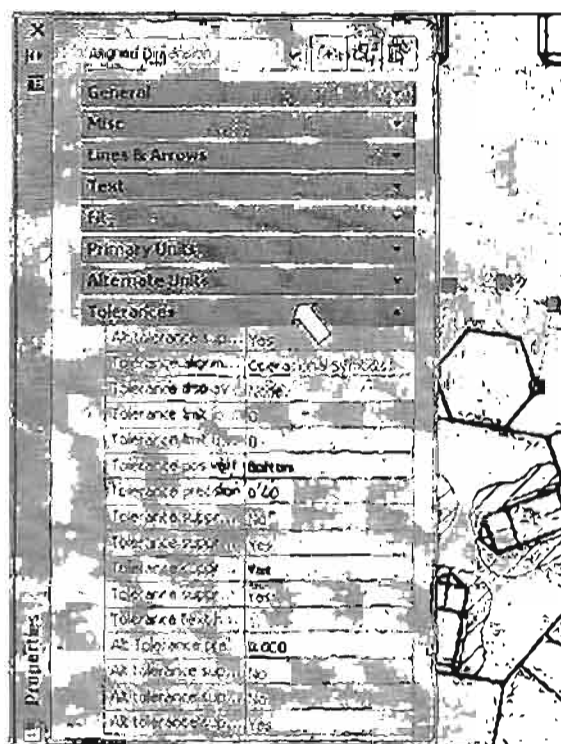

Рис. 11.21. Диалоговое окно свойств объекта PROPERTIES
Любые свойства объектов, включая и те, которые изменяются при помощи рассмотренной ранее панели инструментов Properties (Свойства объектов), можно изменить в диалоговом окне PROPERTIES (СВОЙСТВА) (рис. 11.21). Вызов диалогового окна PROPERTIES осуществляется щелчком на кнопке  Properties (Свойства), расположенной на панели инструментов Standard (Стандартная).
2. Вызовите диалоговое окно PROPERTIES (СВОЙСТВА). Появится диалоговое окно, в верхней части которого будет показано название выбранного объекта (см. рис. 11.21).